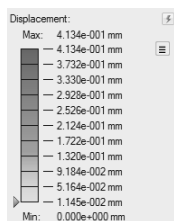

图 8-15
2) 该模型的最大位移接近 0.4 mm，如图 8-15 所示。